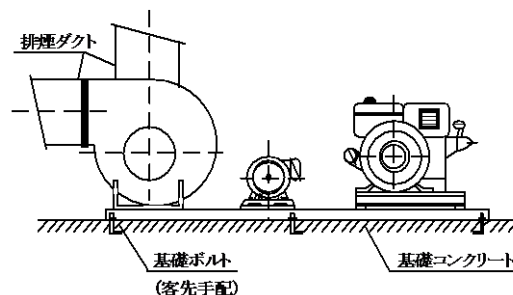

図 2 床設置（例）
(1) 床設置
- ① 十分な強度をもつコンクリート基礎に基礎ボルト（客先手配）をしっかりと埋め込み、共通ベッドを水平に固定してください。（図2）
- ② 共通ベッドの下にはモルタルを流し、基礎と密着するように施工してください。